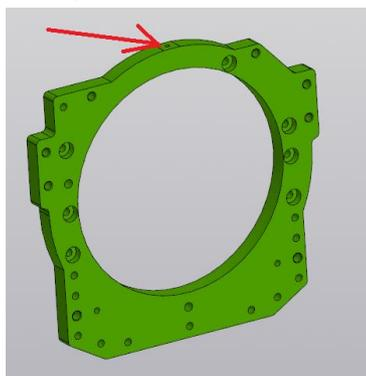

Рис. 2
- Вкрутить рым-болт М12 в верхнюю часть плиты (рис. 2) и повесить на кран-балке